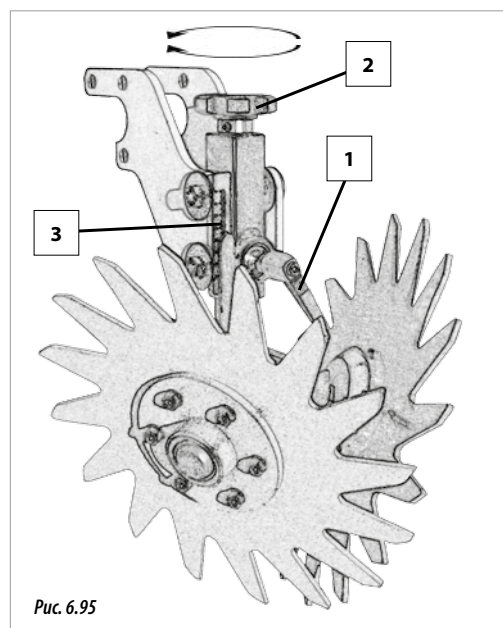

Рис. 6.95
- 1- Ослабить зажимный рычаг (1, рис. 6.95).
- 2- Повернуть круглую ручку (2, рис. 6.95), чтобы установить нож на нужную высоту. Ориентироваться по указателю на шкале с делениями (3, рис. 6.95).
- 3- Зафиксировать положение зажимным рычагом (1, рис. 6.95).